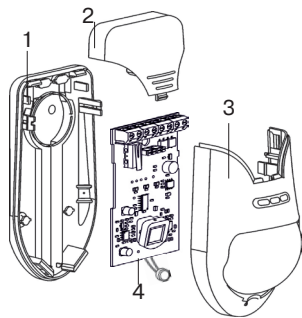

Рисунок 3 – Конструкция извещателя
- Снимите лючок извещателя (см. рисунок 3, поз. 2);
- Снимите плату с крышкой (4,3) с основания (1), потянув их на себя и вниз;